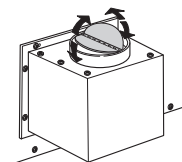

Abb. 4
- Die Rückschlagventile des Ansaugaggregats frei beweglich sind. (Abbildung 4)